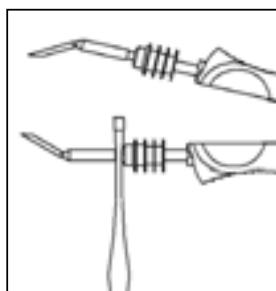

Abbildung 9a
- Lötspitze/Entlöteinsatz mit Spitzenwechselpinzette greifen und vorsichtig nach vorne abziehen (Abb. 9a + 9b).